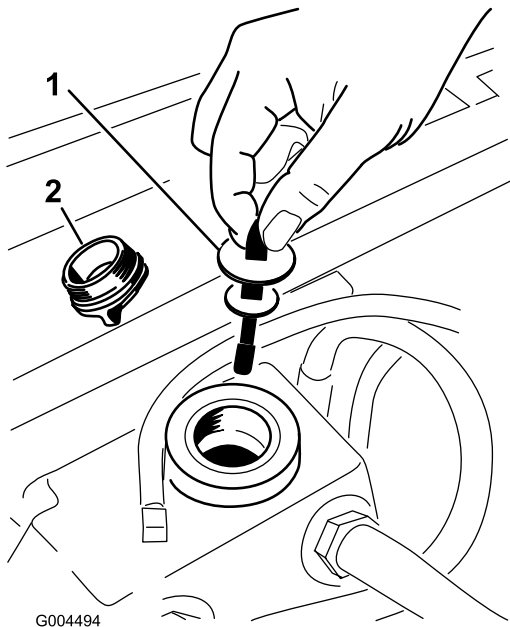

Figura 85
5. Retire el tapón de llenado de aceite hidráulico del cuello de llenado (Figura 85).
6. Retire la varilla y límpiela con un paño limpio (Figura 85).
7. Introduzca la varilla en el cuello de llenado; luego retírela y verifique el nivel del aceite (Figura 85).